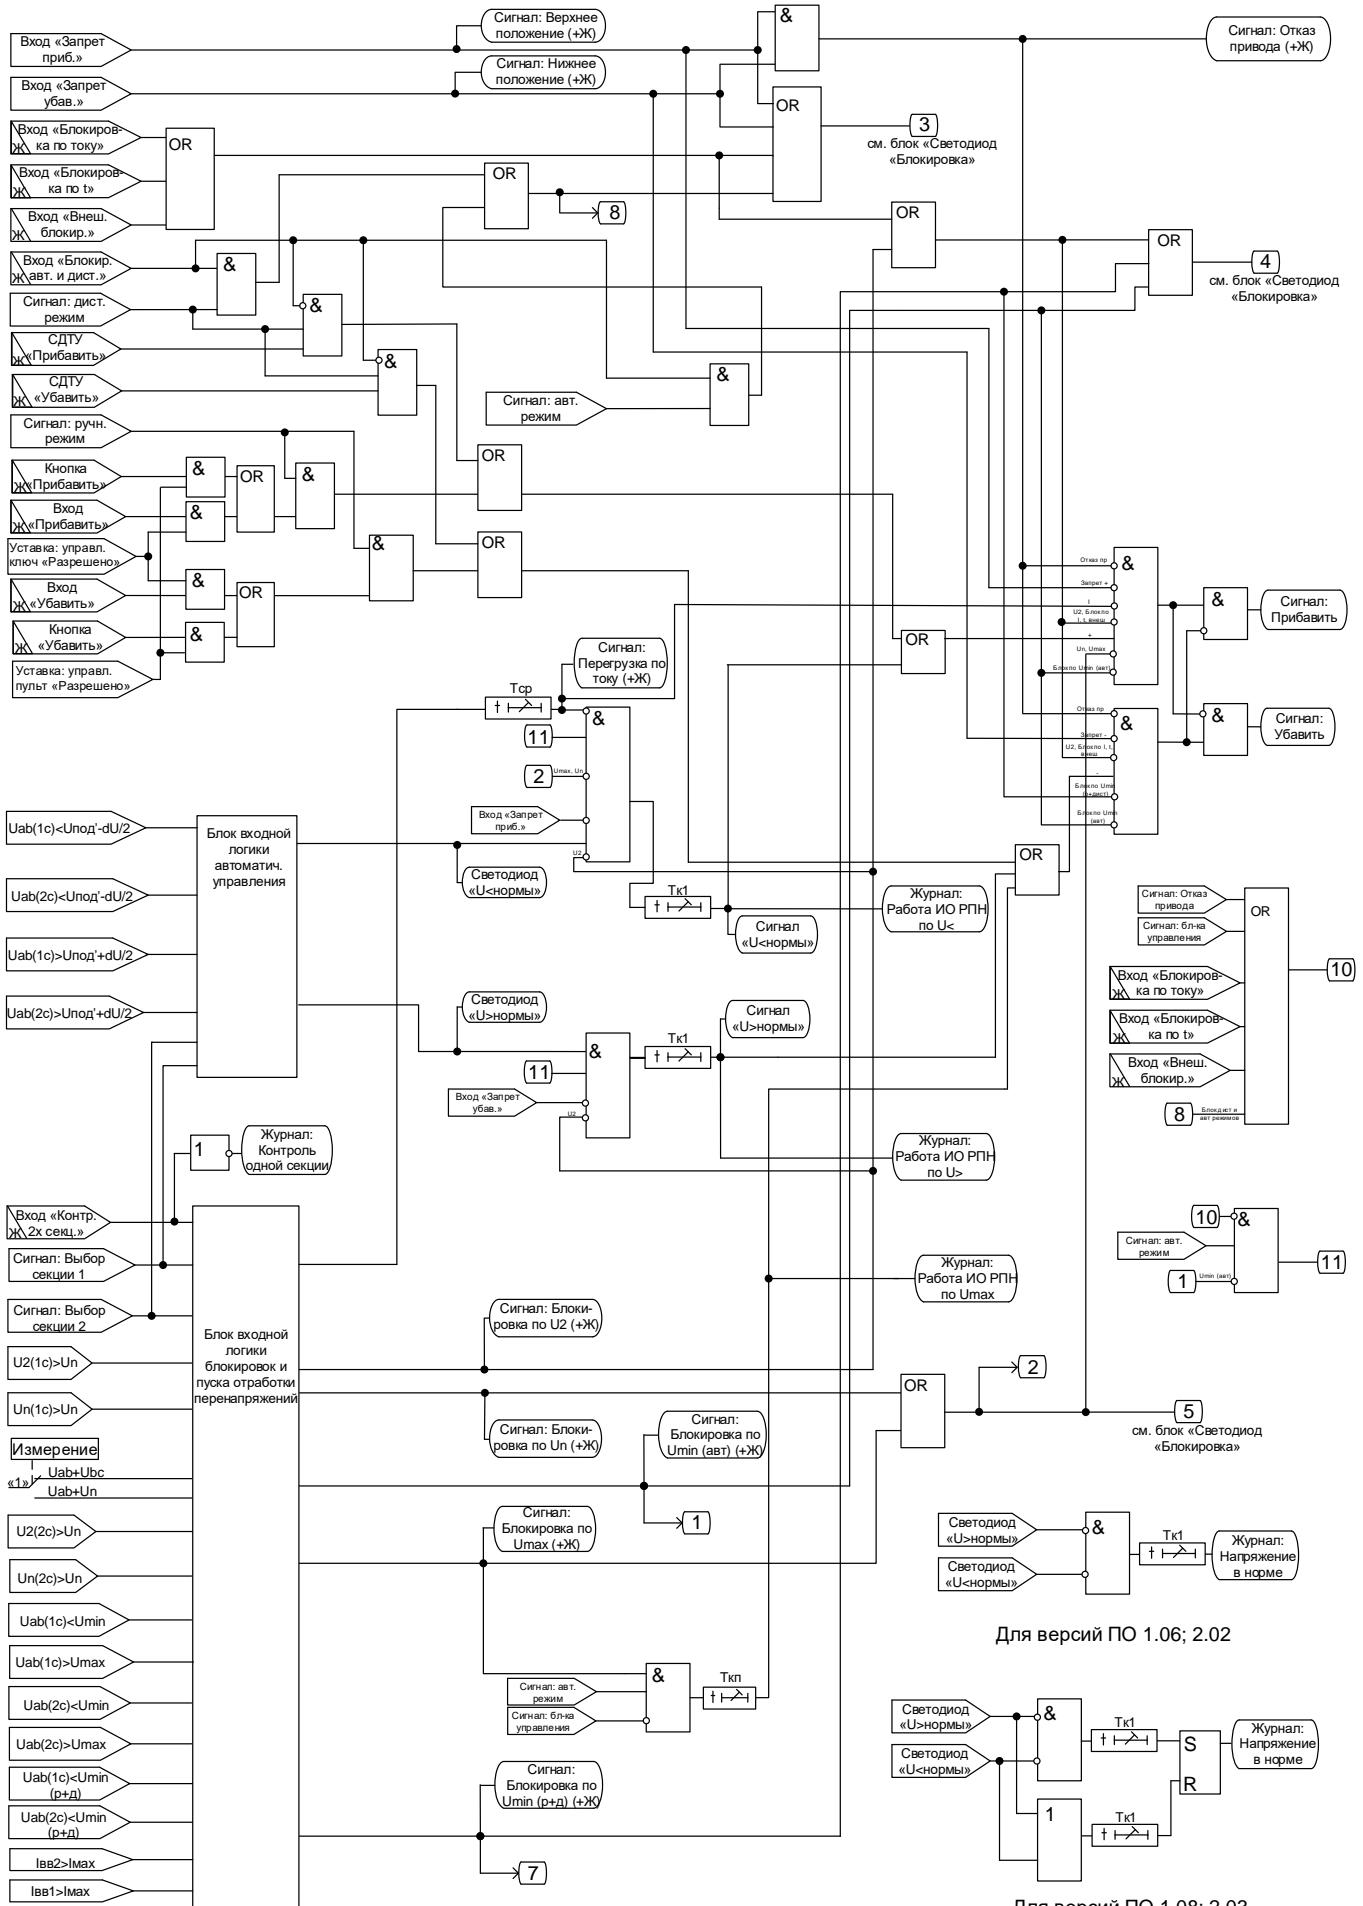
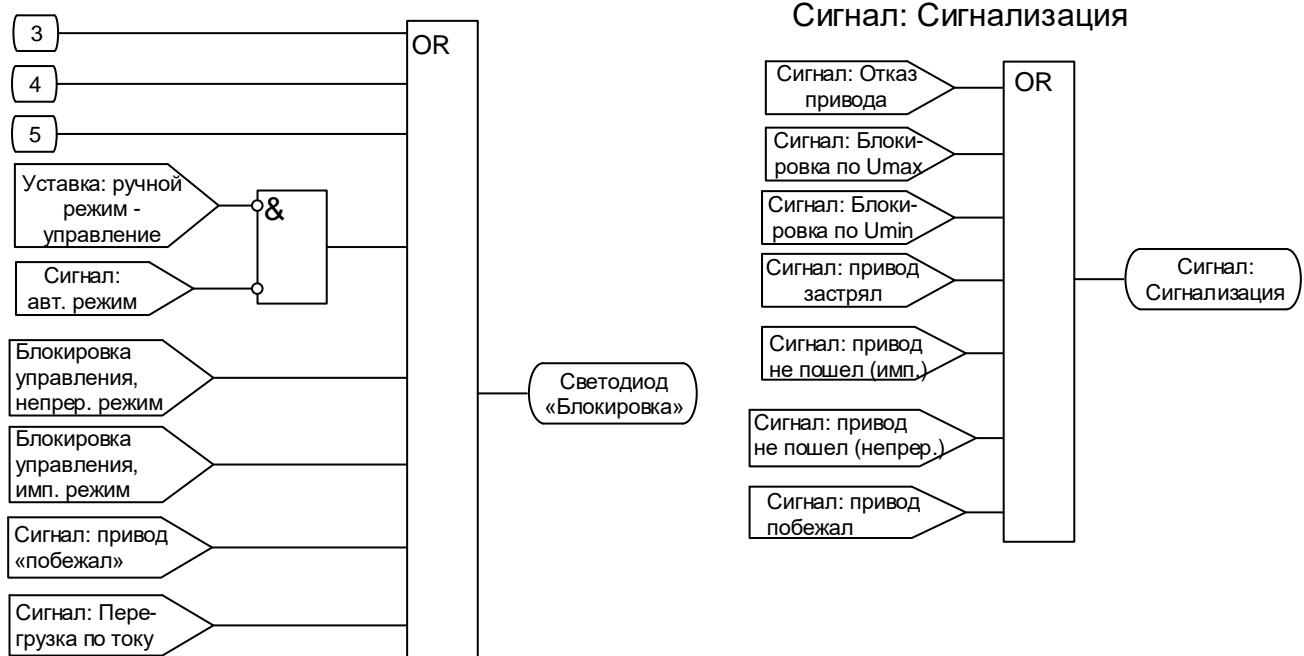

Рисунок 5.1 – Логика формирования команд управления
Рисунок 5.5 – Логика формирования сигналов «блокировка» и сигнала «неисправность привода»
Блокировки. Наличие любого сигнала внешней блокировки («Внеш. блок.», «Блокировка по току», «Блокировка по t ») запрещает формирование команд «Прибавить» и «Убавить» (см. рис. 5.1), формируется сигнал «Блокировка» (см. рис. 5.5). При снятии сигналов внешней блокировки пропадает сигнал «Блокировка», разрешается регулирование.
Если обнаружен сигнал от нижнего концевого выключателя (на входе «Запрет убавить»), то запрещается выдача команды «Убавить», формируется сигнал «Блокировка» (см. рис. 5.5). При снятии сигнала от концевого выключателя снимается сигнал «Блокировка».
Если обнаружен сигнал от верхнего концевого выключателя (на входе «Запрет прибавить»), то запрещается выдача команды «Прибавить» (см. рис. 5.1), формируется сигнал «Блокировка» (см. рис. 5.5). При снятии сигнала от концевого выключателя снимается сигнал «Блокировка».
При одновременном наличии сигналов на дискретных входах «Запрет прибавить» и «Запрет убавить» регулировка напряжения полностью запрещается, формируются сигналы «Блокировка», «Отказ привода», «Сигнализация». Регулятор деблокируется, когда будут сняты оба сигнала (см. рис. 5.1; 5.4; 5.5).
Внутренняя блокировка по току. Если в регулируемой секции ток ввода $I_{\text{вв}}>I_{\text{max}}$, то запрещается выдача команды «Прибавить», формируется сигнал «Блокировка», через время контроля перегрузки по току $T_{\text{ср}}$ формируются длительный сигнал «Перегрузка» и импульсный сигнал «Сигнализация» (см. рис. 5.1). Сигналы «Блокировка» и «Перегрузка» сбрасываются, когда ток уменьшается ниже 0,95 I_{max} .
Внутренняя блокировка по U_2 предназначена для блокировки управления РПН при перегорании предохранителя в цепях ТН. Если в регулируемой секции напряжение U_2 превышает уставку, то регулирование запрещается, формируется сигнал «Блокировка» (см. рис. 5.1 и 5.5). При снижении напряжения ниже 98% порогового значения пропадает сигнал «Блокировка», разрешается регулирование.
Работа при достижении U_{min} . Если в регулируемой секции в автоматическом режиме управления действующее значение напряжения меньше U_{min} , то запрещается регулирование, формируется длительный сигнал «Блокировка» и импульсный сигнал «Сигнализация» (см. рис. 5.1; 5.4 и 5.5). При повышении напряжения выше 1,02 U_{min} сбрасывается сигнал «Блокировка», разрешается регулирование.
В ручном или дистанционном режимах управления при снижении действующего напряжения регулируемой секции меньше U_{min} ($p+d$), запрещается формирование команды «Убавить», формируется длительный сигнал «Блокировка» и импульсный сигнал «Сигнализация» (см. рис. 5.1; 5.4 и 5.5). При повышении напряжения выше 1,02 U_{min} ($p+d$) сбрасывается сигнал «Блокировка», разрешается формирование команды «Убавить».
- запрещается выдача команды «Прибавить», формируется длительный сигнал «Блокировка» и импульсный сигнал «Сигнализация» (см. рис. 5.1; 5.4 и 5.5);
Контроль двух секций. Если контролируются обе секции (установлен сигнал «Две секции») и обнаружено превышение граничных условий в любой из двух секций («Перегрузка», «Перенапряжение», «Низкое U» и т.д.), то формируется длительный сигнал «Блокировка» и импульсный сигнал «Сигнализация» и блокируется выдача соответствующей команды управления (см. рис. 5.1; 5.4 и 5.5).
Если условие (5.4) выполняется, то спустя время Тк1 формируется сигнал «Прибавить» (см. рис. 5.1).
Программа понижения напряжения. Если выполняется условие (5.5), то включается светодиод «U>нормы», запускается таймер Тк1 (задержка формирования первичной команды на управление приводом). В течение этого времени контролируется выполнение условия (5.5). Если условие (5.5) не выполняется, то сбрасывается подсчет Тк1 и выключается светодиод «U>нормы». Если условие (5.5) выполняется, то спустя время Тк1 формируется сигнал «Убавить» (см. рис. 5.1).